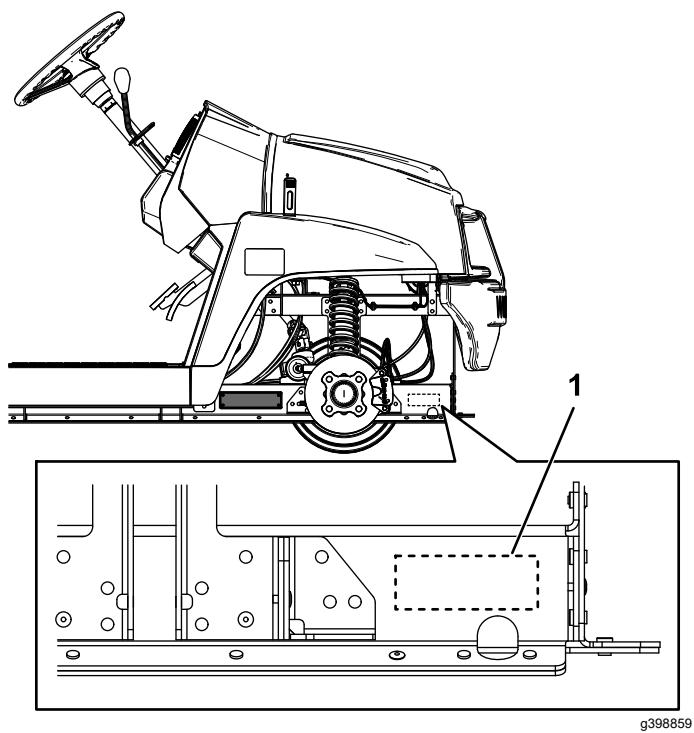

Figura 5
- Estampar el número de serie de la máquina en la posición indicada en Figura 5.